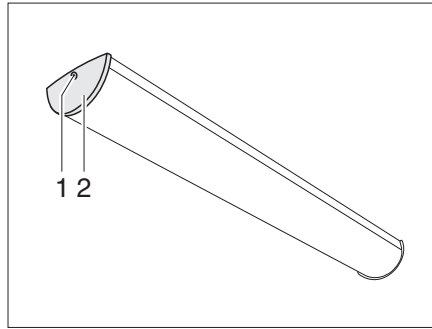

Fig. 263 Eclairage de la cellule
- Dévisser la vis (Fig. 263,1) et retirer le couvercle (Fig. 263,2).